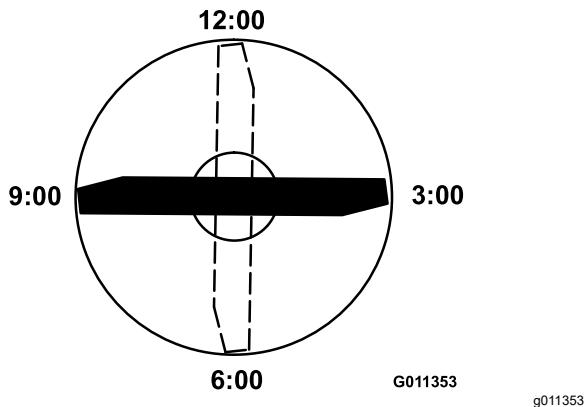

Figura 72
4. Coloque el filo de corte del extremo marcado de la cuchilla en la posición de las 12 (hacia adelante, en el sentido de la siega) (Figura 72) y mida la altura desde la mesa hasta el filo de corte de la cuchilla.
- Gire el extremo marcado de la cuchilla a las posiciones de las 3 y de las 9 (Figura 72) y mida las alturas.